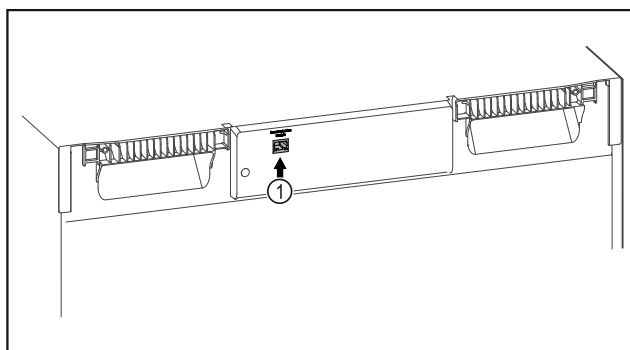

Fig. 103
- SmartModule Fig. 103 (1) is geplaatst.